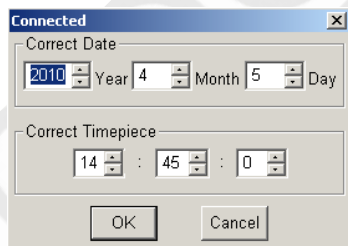

fig.6
- No software clique em **Correct time**  para ajustar a hora e data do IP-747RH para a hora e data atual. (fig.6)